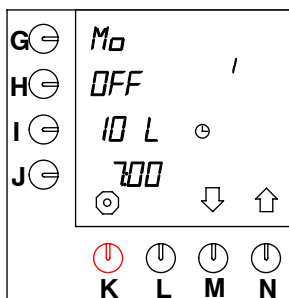

Fig. 45 Impostazioni preprogrammate (inattive)
Sono preprogrammate 14 "impostazioni orarie" per tutti i giorni della settimana. Non appena tali valori vengono attivati mediante la procedura seguente, diventano attivi e visibili solo in modalità utente. Le impostazioni possono essere tutte configurate come si desidera. Le 14 impostazioni sono configurate sui valori standard (vedere fig. 45):
- Premere il tasto di selezione (N.)↑ fino a che sullo schermo viene visualizzato quanto illustrato nella fig. 45